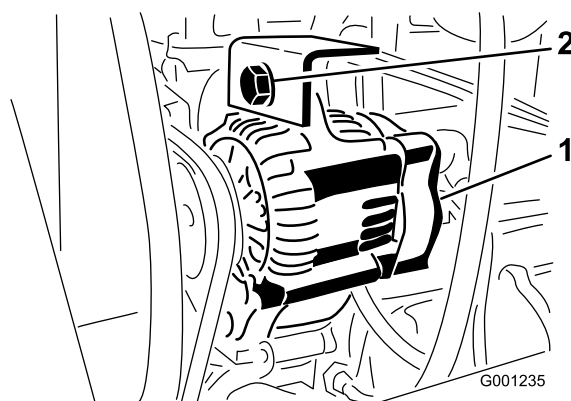

Figura 77
2. Afloje el perno de montaje del alternador (Figura 77).
3. Aumente o reduzca la tensión de la correa del alternador y apriete el perno de montaje (Figura 77).